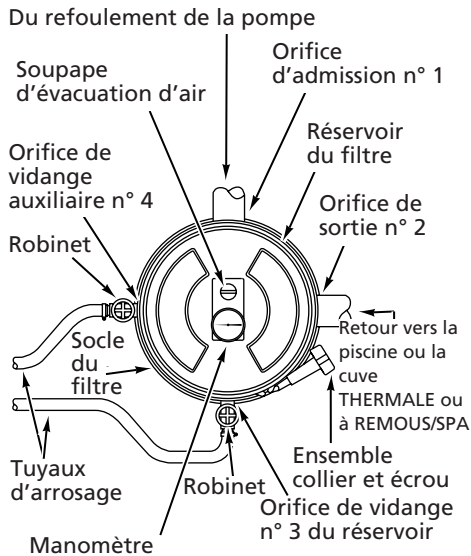

Figure 4
1. Se reporter à la Figure 4 pour brancher les tuyaux sur le filtre.